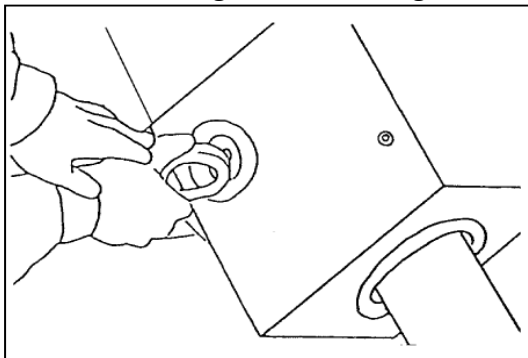

Fig. 3
- a. Terwijl de ring wordt gedeformeerd zoals in fig.3, breng de ring op in de groef stuk voor stuk